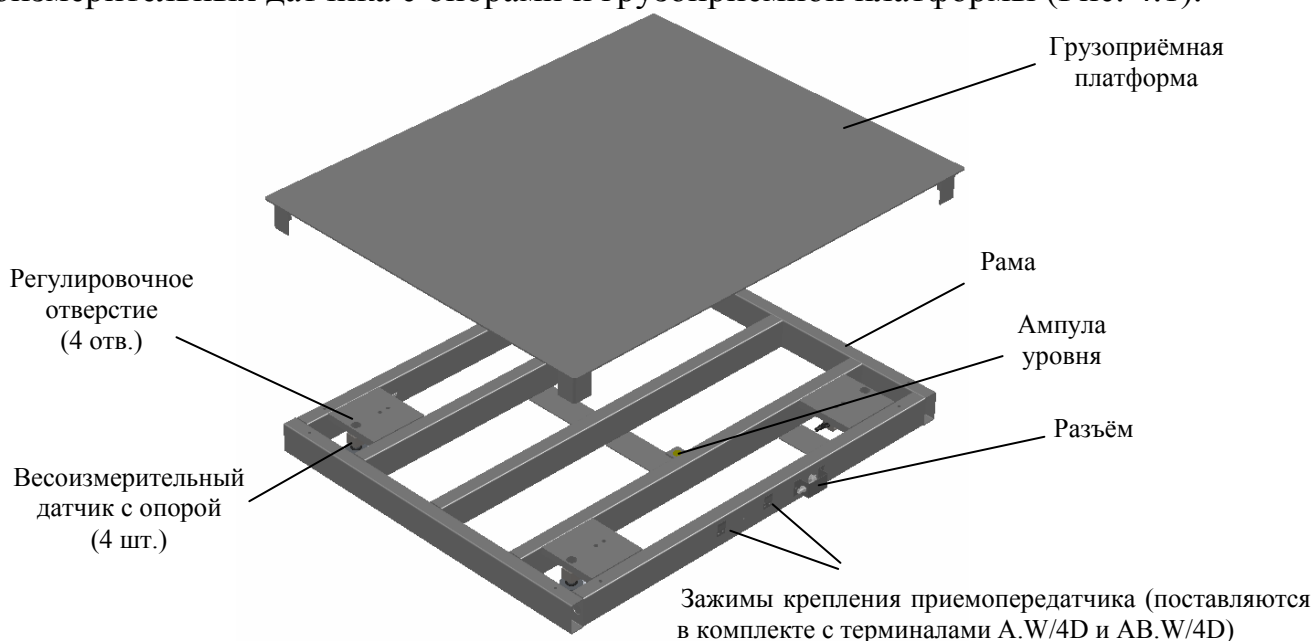

Рис. 4.1 - Модуль взвешивающий 4D-P_
4.1 Модуль состоит из рамы, на которой установлены четыре цифровых весоизмерительных датчика с опорами и грузоприёмной платформы (Рис. 4.1).
5.1 Установить модуль на горизонтальную поверхность. Распаковать. Снять грузоприемную платформу (Рис. 4.1).
5.2 Вывинтить транспортировочные винты (8 шт.) в четырёх углах рамы и удалить транспортировочные опоры и картон (Рис. 4.1).